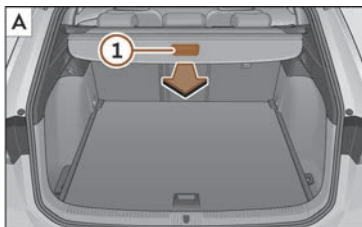

Fig. 119 No maleteiro: desenrolar e enrolar a bandexa.
- Tire uniformemente da bandexa pola asa >>> **fig. 119** ① **A** cara atrás e extraíaa ata o tope, ata que encaixe de forma audible.
- Prema na asa da bandexa no sentido da frecha ata que se desbloquee >>> **fig. 119** **B**.